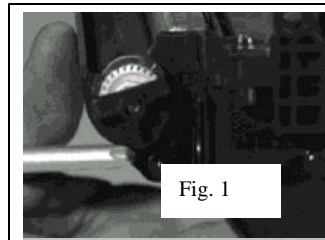
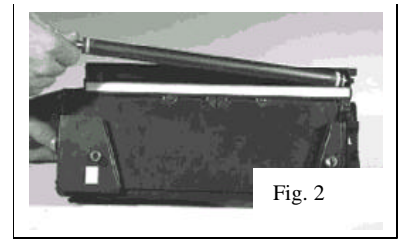

Fig. 1
Fig. 2
1. Remueva el tornillo de la tapa del exterior del rodillo magnético (**fig.1**). El rodillo magnético esta sostenido por **bushing** estabilizador. Remueva el **bushing** con un destornillador pequeño plano. Cuidadosamente levante el rodillo magnético hacia arriba y hale el lado tapa dele exterior del lado opuesto (**fig.2**). Note: El rodillo magnético es mu y pesado, use las dos manos para remover e rodillo magnético. Inspeccione los **bushing** magnéticos, y reponga s es necesario..